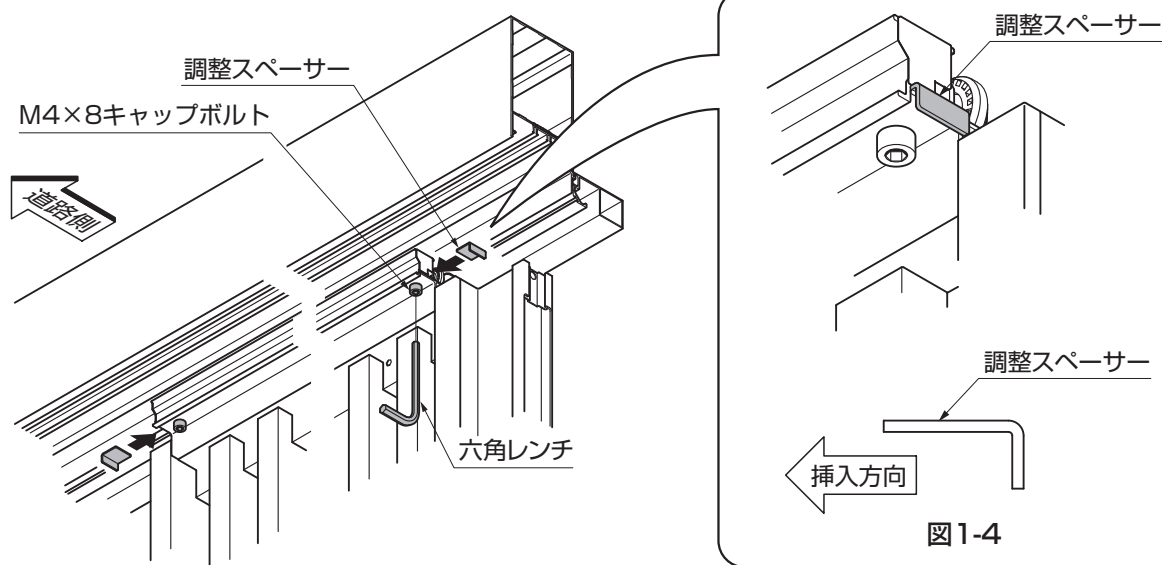

図1-4
- ① リニア可動子の両端のM4×8キャップボルトをゆるめて調整スペーサーを挿入してください。
- ② M4×8キャップボルトを再度締め付けてください。(図1-4参照)
- 調整スペーサーは挿入方向に注意して取付けてください。(図1-4参照)